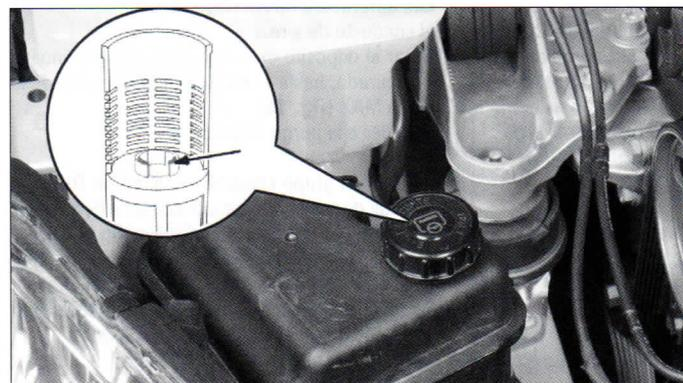

FIG. 15
- el tornillo de fijación de la brida (1) de la tubería de alta presión.
- el tornillo del racor (2) de la tubería de alta presión y separarla.
- Llenar el circuito, con aceite nuevo, 10 mm por encima de la marca MAX situada en el brocal de llenado del depósito (**fig. 15**) y purgar el circuito de asistencia en los racores hidráulicos.
- Llenar el depósito de asistencia con aceite nueva preconizado, hasta unos 10 mm por encima de la marca MAX (**fig. 15**).
depósito (fig. 15). En un grupo electrobomba (motor DW10), el nivel de aceite se lee en la varilla del tapón roscado completamente en el depósito.